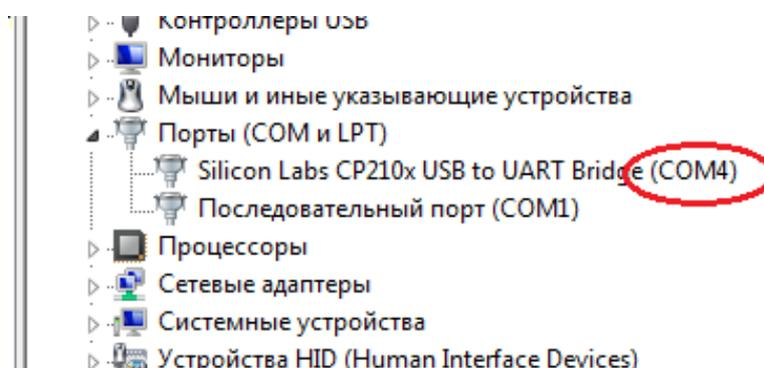

Рисунок 4.4. Определение номера COM-порта
- 4.2. Определить номер COM-порта (см. Рисунок 4.4):